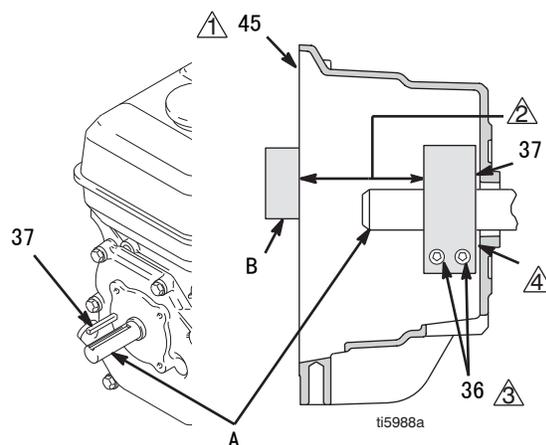

图 10
4. 图 10. 松开夹子 (38) 上的两个螺钉 (36)。
5. 将螺丝刀插入夹子 (38) 的槽道内, 卸下夹子。
1. 图 10 插上发动机轴钥匙 (37)。
2. 将夹子 (38) 敲到发动机轴 (A) 上。按照注释 2 留出尺寸, 斜面必须朝向发动机。
3. 检查尺寸: 将一直的钢棒 (B) 跨在离合器外罩 (45) 的正面。用精确的测量装置测量钢棒与夹子正面之间的距离。若有必要, 调整夹子。用 125 ± 10 磅英寸 ($14 \pm 1.1 \text{ N} \cdot \text{m}$) 的扭力拧紧两个螺钉 (36)。
4. 把电枢 (39) 装到发动机的驱动轴上。
5. 装上四个螺钉 (36) 和防松垫圈 (35), 用 125 磅英寸的扭力拧紧。